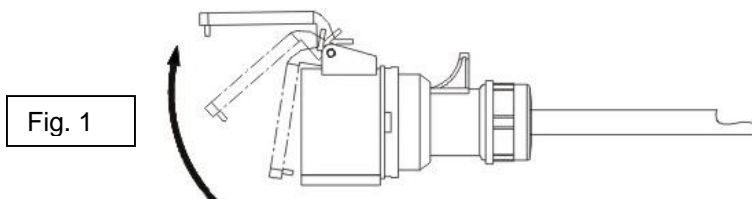

Fig. 1
1.2. Connectez correctement le câble d'alimentation à l'appareil de chauffage. Pour ce faire, ouvrez le volet de protection de la connexion électrique à cinq pôles (voir Fig. 1). Branchez maintenant la tête de la fiche du câble d'alimentation à la prise prévue à cet effet sur votre appareil de chauffage (voir fig. 2). Il est important que la connexion électrique soit fermement enfoncée dans la douille de connexion (4) et que le mamelon du volet de protection s'engage dans l'évidement prévu dans le radiateur (3). Enfin, connectez correctement la fiche d'alimentation (5) à une prise de courant.